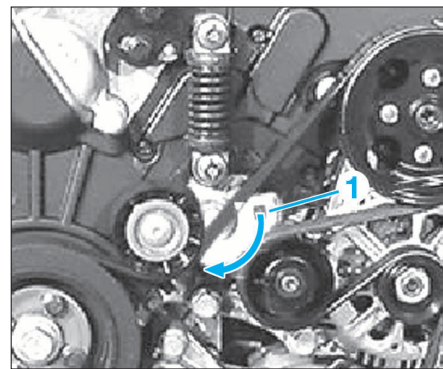

FIG. 39
- Faire pivoter le support (1) (Fig.39) de galet tendeur dans le sens horaire (flèche) jusqu'au verrouillage (à l'aide d'une clé à embout carré approprié).